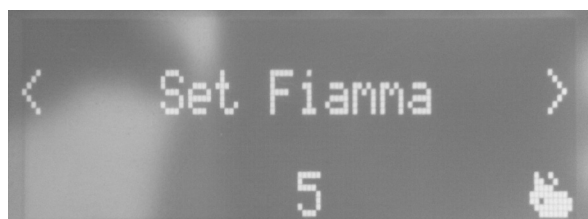

Fig. 12 - Display
- Se il valore della temperatura ambiente supera il limite stabilito da tastiera nel set di temperatura, la potenza calorica viene portata al minimo visualizzando la **fiamma piccola** (vedi **Fig. 12**). Quando la temperatura ambiente torna al disotto della temperatura impostata, la stufa torna alla potenza impostata.